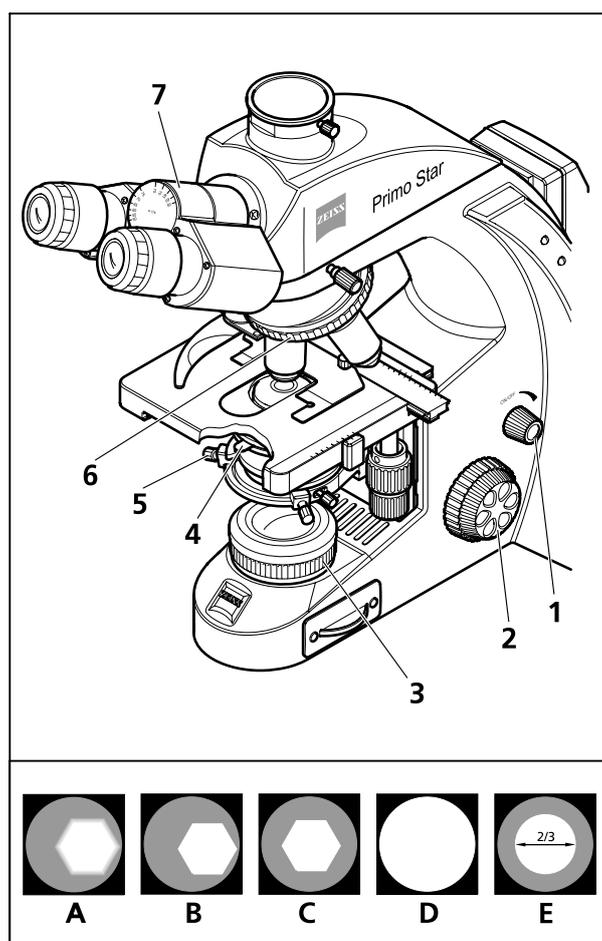

Fig. 8 Réglage du fond clair en lumière transmise
- Réglez l'intensité lumineuse avec le commutateur rotatif (Fig. 8/1) situé sur le statif du microscope.
- Basculez l'objectif 10× dans le trajet lumineux à l'aide de la bague moletée (Fig. 8/6) du porte-objectifs.
- Sur le tube binoculaire (Fig. 8/7), commencez par observer à travers un oculaire et effectuez la mise au point sur l'objet avec les tambours de mise au point (Fig. 8/2).
- Refermez le diaphragme de champ lumineux (Fig. 8/3) jusqu'à ce que son bord apparaisse dans le champ visuel (même flou) (Fig. 8/A).
- Avec le bouton moleté de réglage en hauteur (Fig. 4/15) réglez le condenseur de façon à ce que le bord du diaphragme de champ lumineux apparaisse avec suffisamment de netteté (Fig. 8/B).
- Centrez le diaphragme de champ lumineux à l'aide des deux vis de centrage (Fig. 8/5) du condenseur (Fig. 8/C) puis rouvrez-le juste suffisamment pour que son bord disparaisse hors du champ visuel (Fig. 8/D).
- Pour régler le diaphragme d'ouverture (contraste), sortez un oculaire du tube et regardez avec un œil dans la lunette ainsi dégagée. Avec la manette (Fig. 8/4), réglez le diaphragme d'ouverture sur 2/3 ... 4/5 du diamètre de la pupille de sortie de l'objectif (Fig. 8/E). Dans la plupart des cas, ce réglage procure le meilleur contraste avec une résolution quasi totale et constitue le meilleur compromis pour l'œil humain.